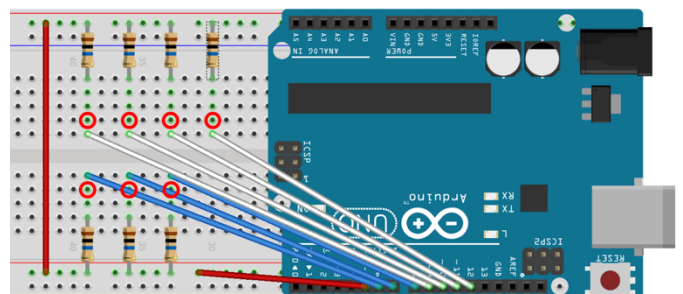
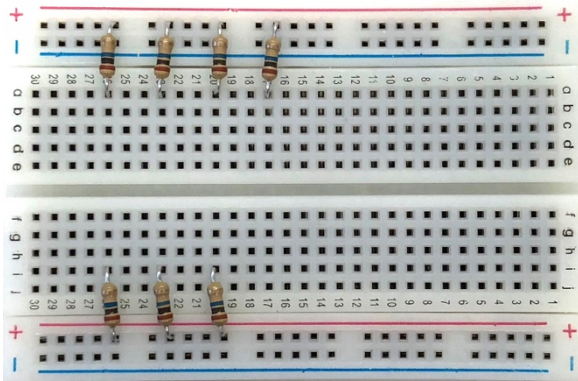
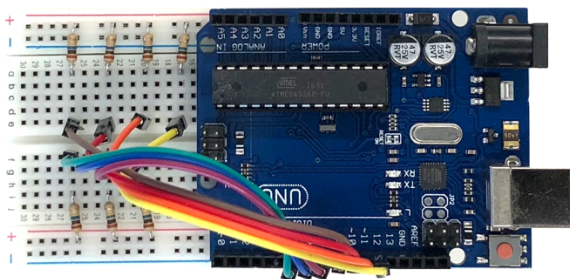
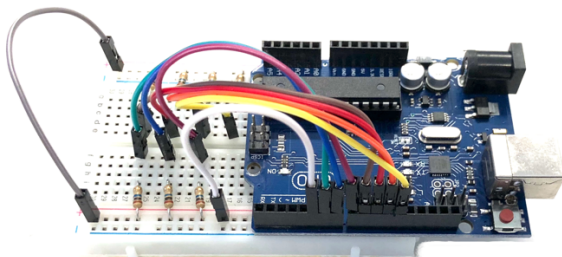

Abbildung 2: Schaltplan (erstellt mit Fritzing)
Abbildung 3: 10 MΩ Widerstände auf Steckbrett
Abbildung 4: Verbindung der Pins 6-12 mit Steckbrett. Die genaue Zuordnung der Anschlüsse ist in Tabelle 1 vermerkt.
Abbildung 5: Fertige Schaltung mit Pin 5 auf die Widerstände
- Ausdruck eines Ziffernblocks (Abb. 5 am Ende der Anleitung)
Stellen Sie die Schaltung wie in der Abbildung 2 zu sehen her. Fangen Sie am besten zuerst mit den 7 Widerständen an (Abb. 3) und verbinden Sie diese anschließend mit den Pins 6-12 des Arduinos (Abb. 4). Zuletzt legen Sie Pin 5 auf die durchgehenden Leisten, die Sie ebenfalls untereinander verbinden (Abb. 5).